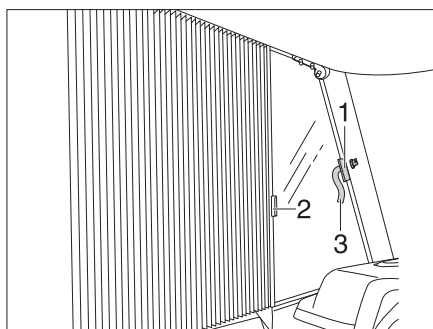

Fig. 12 Bloccaggio della tendina oscurante pieghevole per il finestrino del conducente/passeggero
- Spingere le tendine oscuranti pieghevoli per il finestrino del guidatore e del passeggero sotto la copertura afferrando le impugnature (Fig. 12,2) e bloccarle con le chiusure a velcro (Fig. 12,1 e Fig. 12,3). La tendina oscurante pieghevole è ora bloccata.